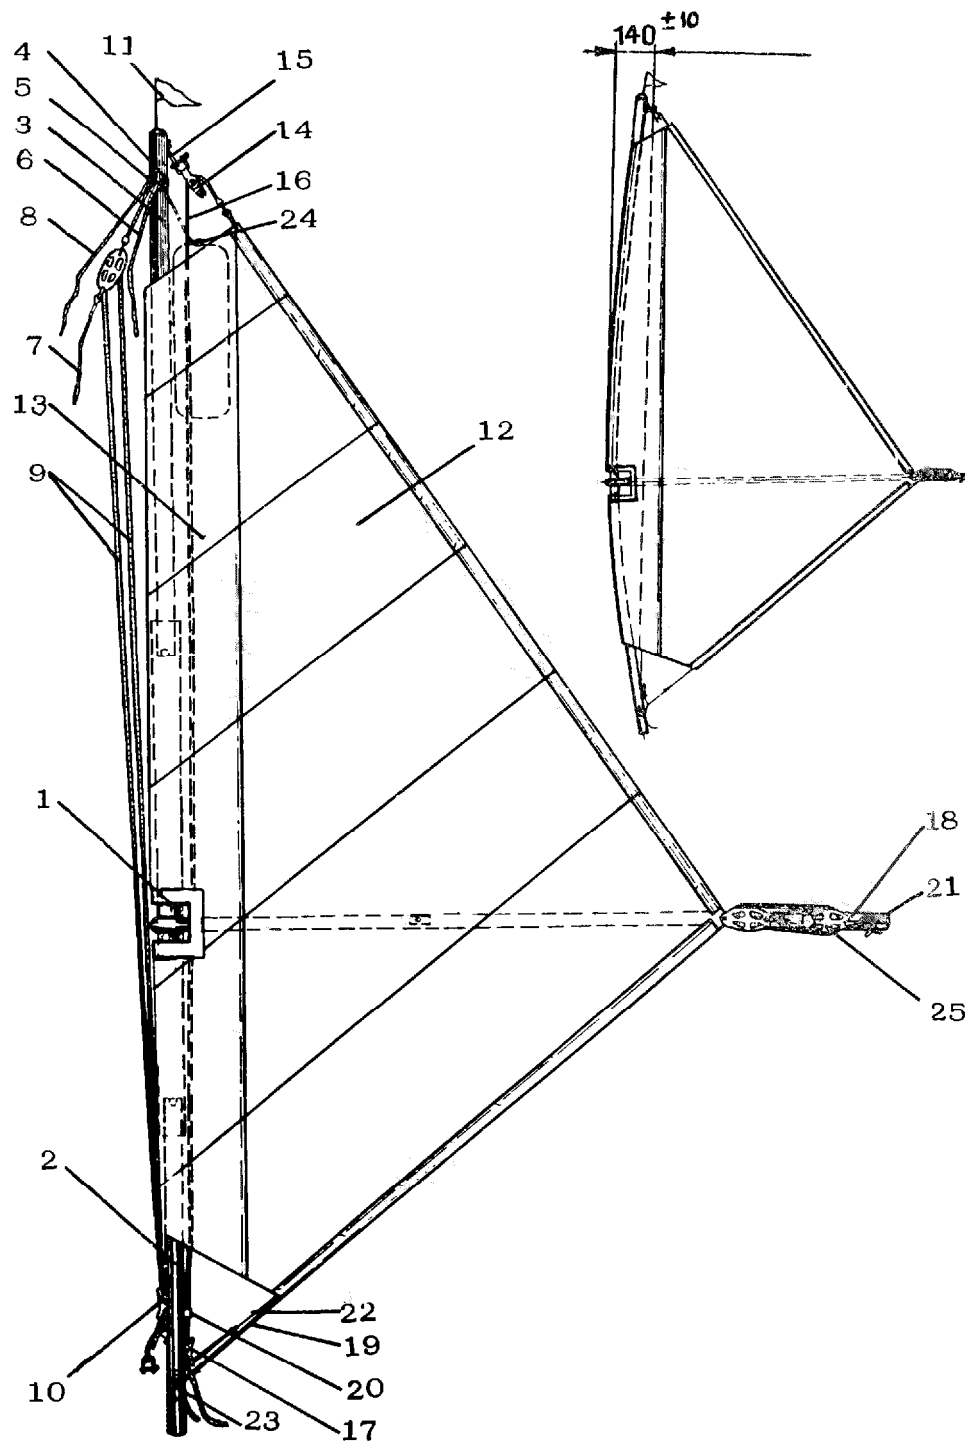

Рис. 5. Мачта с гротом и гиком.
Главный парус-грот 7 типа "Стриж" треугольной формы шит из специальной парусной ткани. Все углы усилены дополнительными накладками ткани. В передней части паруса имеется большой карман, которым парус одевается на мачту. Внутри задней и нижней шкаторин продеты стальные тросы. В верхней части кармана расположена надувная емкость 24 (рис. 5), препятствующая погружению мачты в воду в случае опрокидывания катамарана.
13. Сборка и установка мачты и настройка грота, рис. 5. Возьмите среднюю часть мачты 1 и состыкуйте ее с нижней 2 и верхней 3 частями. Достаньте грот 12 и расстелите его на ровной поверхности. Возьмите мачту и нижним концом (степсом) вставьте ее в передний карман 13 грота через фаловый верхний угол. Закрепите блок 14 подъема паруса на узле 15, расположенном на верхней части мачты, и зафиксируйте фал 16, выходящий из нижней части переднего кармана, на стопоре 20 и утке 17. Соберите гик 18. Для этого состыкуйте переднюю и заднюю части гика. Вставьте вилку гика в вырез на переднем кармане паруса с правой стороны. Прикрепите шкотовый угол паруса с находящимся
Разберите ванты на правую и левую и оденьте нижние кольца на узлы крепления вант, находящиеся на концах третьей поперечной балки. Установите мачту вертикально и закрепите штаг-путенс на узле, расположенном на переднем конце продольной балки. Фаловыми вставками 28 (рис. 2) на вантах и штаг-путенсом отрегулируйте вертикальность мачты в продольной и поперечных плоскостях и создайте натяжение вант, приложив к концу фаловой вставки усилие 25^{+5} кгс. Закрепите один блок гика-шкота 12 (рис. 2) на скобе 21 (рис. 5), а другой блок на скобе 15 (рис. 3, см. узел II рис. 2), расположенной на пятой поперечной балке. Свободный конец гика-шкота опустите в кокпит